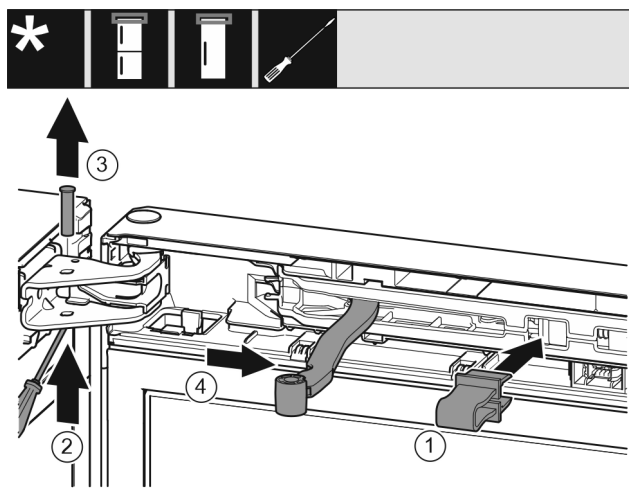

Fig. 8
- ▶ Pattintsa be a biztosítékot a nyílásba. Fig. 8 (1)
- ▶ Tolja ki a csapszeget csavarhúzóval. Fig. 8 (2)
- ▶ Vegye ki a csapszeget felfelé. Fig. 8 (3)
- ▶ Forgassa az ajtó irányába a csuklót. Fig. 8 (4)